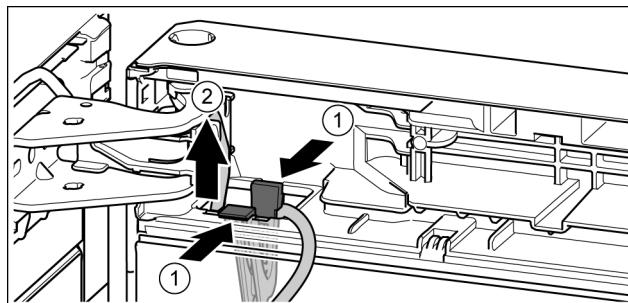

Fig. 20
- ▶ Presione la lengüeta. Fig. 20 (1)
- ▶ Extraiga el portacables con el cable fijado a éste. Fig. 20 (2)